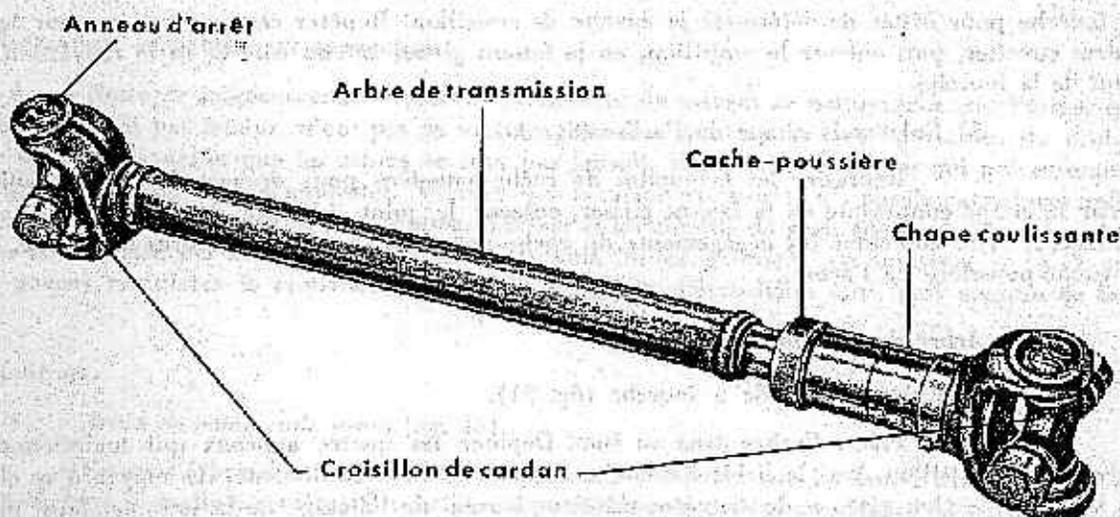

FIGURE 30. — Arbre de transmission avant.
A. — Arbre de transmission avant (fig. 30).
1) Dépose des anneaux d'arrêt de la fourche (fig. 30).
3) Enlever la chape de l'arbre (fig. 30).